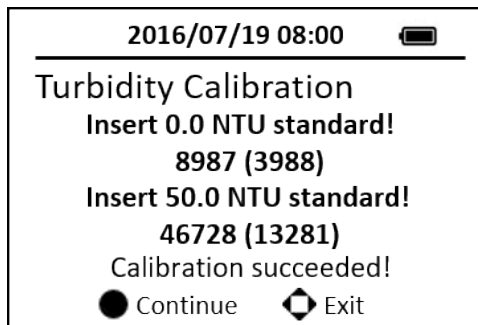

Figure 7 Calibration de la turbidité pour la gamme basse
8. Appuyez sur la touche **Continuer** pour poursuivre la calibration de la turbidité de la gamme supérieure. Si la calibration de la turbidité en haut de gamme n'est pas nécessaire, appuyez sur n'importe quelle touche pour quitter l'appareil. (Figure 7)